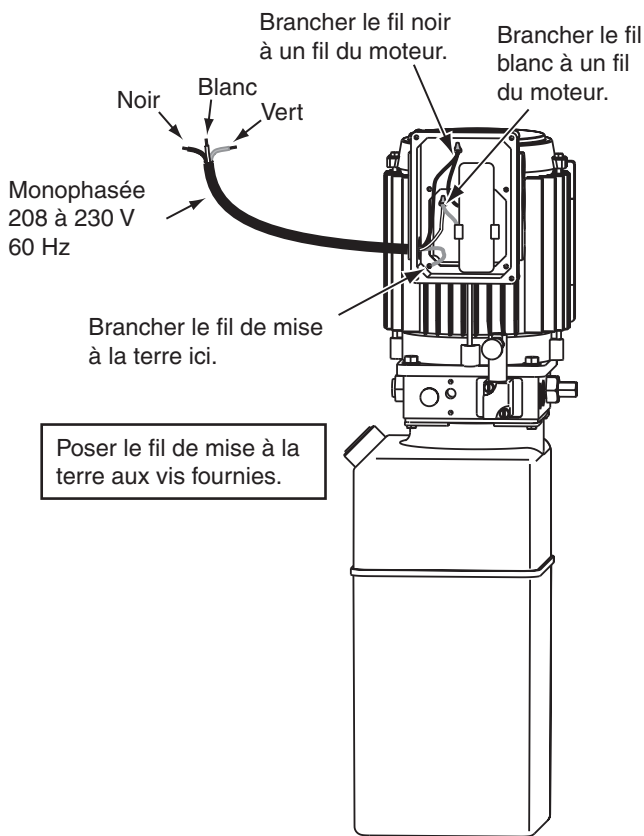
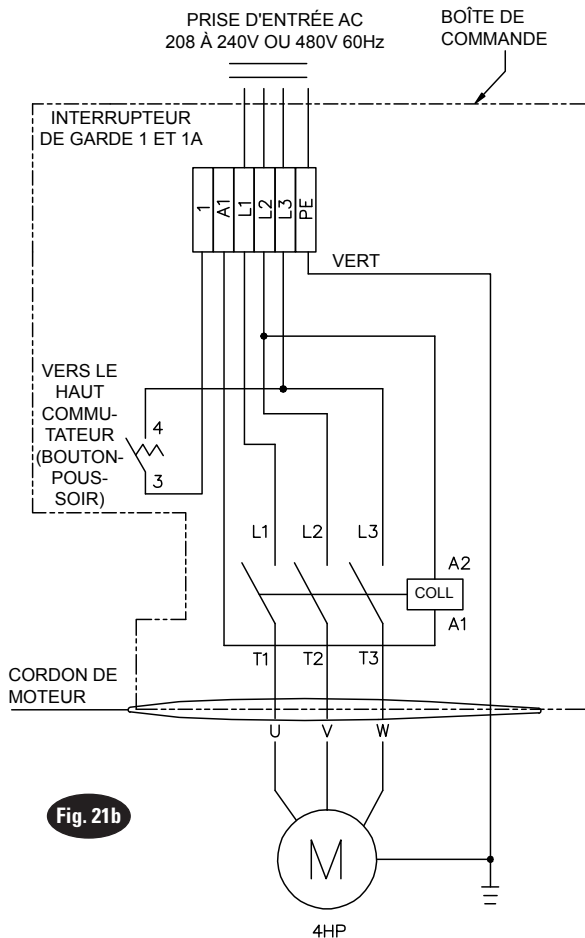

Fig. 20
Fig. 21b
- 11. **Électricité** : Demander à un électricien certifié de poser le câblage d'alimentation électrique approprié au moteur, Fig. 20, Fig. 21, et Fig. 21b. Câbler avec un fil pour un circuit de 20 A. Voir le tableau de données de fonctionnement du moteur.
Utiliser des circuits séparés pour chaque unité d'alimentation. Protéger chaque circuit avec un fusible à action lente ou un disjoncteur. Pour une tension monophasée de 208 à 230 V, utiliser un fusible de 20 A. Pour une tension triphasée de 208 à 240 V, utiliser un fusible de 15 A. Pour une tension triphasée de 400 V et plus, utiliser un fusible de 10 A. Pour le câblage triphasé, voir la Fig. 21 et Fig. 21b. Tous les circuits doivent être conformes à la norme NEC (Code électrique national) et aux codes électriques locaux.